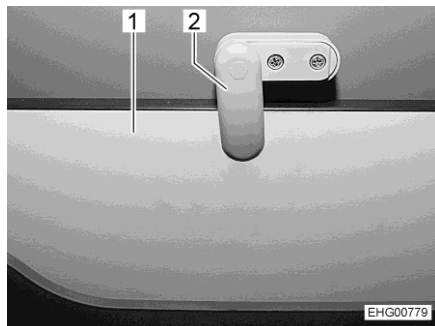

Fig. 66 Arresto
- Sbloccare l'arresto (Fig. 66,2).
- Aprire la pedana per la salita (Fig. 66,1).